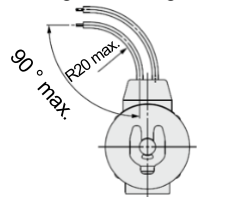

Figure 4. Pliage du câble
- Ne pliez pas les câbles à plus de 90° avec un rayon inférieur à 20 mm, au risque de les endommager. Voir Figure 4.